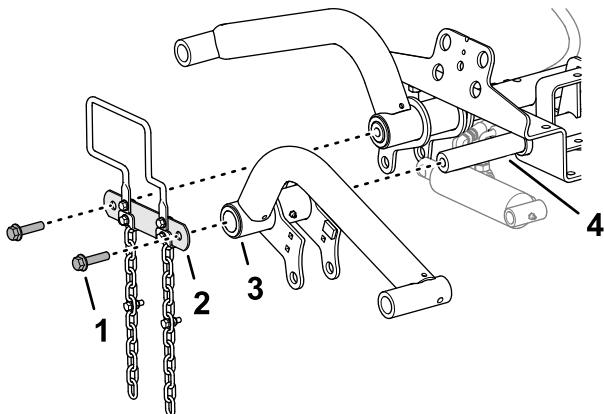

Figura 11
1. Monte los brazos de elevación en los ejes pivotantes de los brazos de elevación, tal y como se muestra en la Figura 11.
2. Monte el tirante del eje pivotante en los ejes pivotantes de los brazos de elevación (Figura 11) con los 2 tornillos de caperuza con arandela prensada (½" x 2") que retiró en Preparación para instalar los brazos de elevación (página 17).